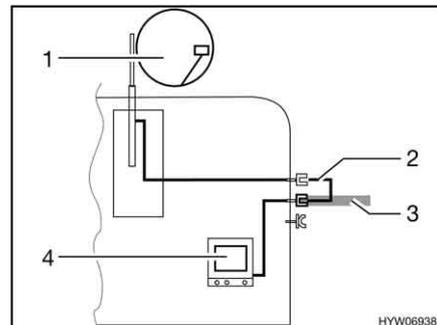

Fig. 169 TV en el vehículo
- TV en el vehículo (Fig. 169,4): Conexión a la antena del techo (Fig. 169,1) con el cable de conexión (Fig. 169,2)
- TV en el vehículo (Fig. 169,4): Conexión a antena externa (Fig. 169,3)